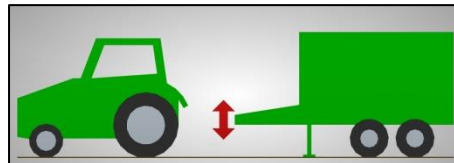

Bild 7: Deichselverstellung
- im abgekuppelten Zustand der Maschine die Deichselhöhe und somit die Höhe der Zugeinrichtung angepasst werden (Bild 7).